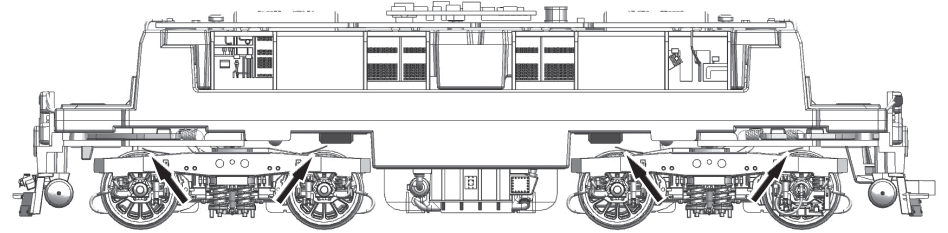

Fig. 9
**3. Haftreifenwechsel:** Zuerst den Getriebedeckel abnehmen (Fig. 4). Danach den **Radsatz** herausnehmen und die **Haftreifen** mit einer Nadel od. mit einem feinen Schraubendreher abziehen (Fig. 9). Beim Aufziehen der neuen Haftreifen darauf achten, dass diese sich nicht verdrehen.
**3. Change of traction tyre:** Remove the gear cover (fig. 4). Take out **wheel set** and remove **traction tyre** using a pin or a fine screwdriver (fig. 9). When pressing on the new traction tyre please **avoid twisting it**.